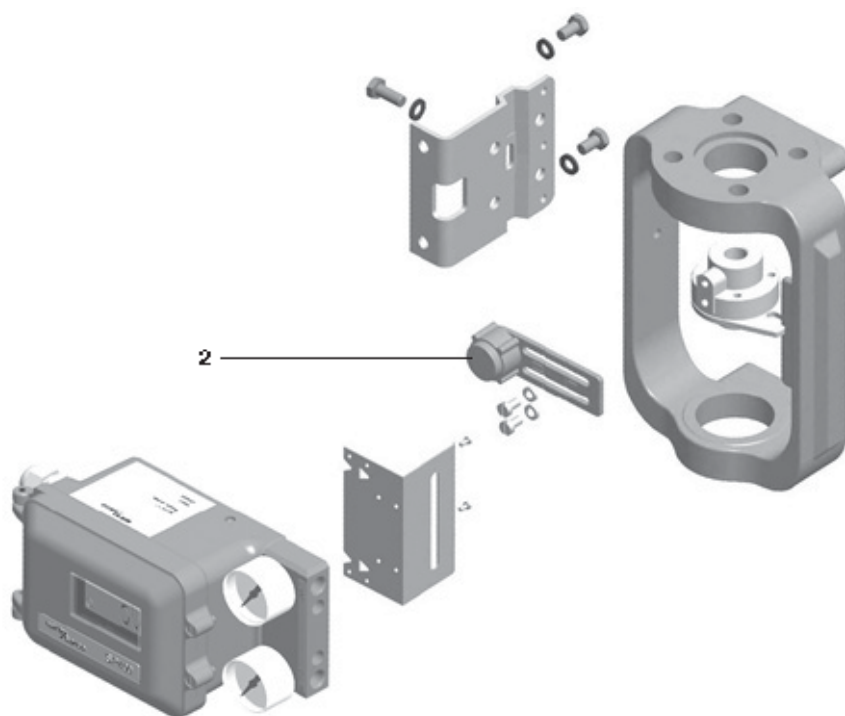

Fig. 5 Assemblage du montage de l'arcade pour un servomoteur linéaire
5.2.1 Attacher l'aimant (2) au connecteur de l'ensemble vanne/servomoteur (voir Fig. 4 et 5). S'assurer qu'il soit placé horizontalement (comme montré sur la Fig. 5).